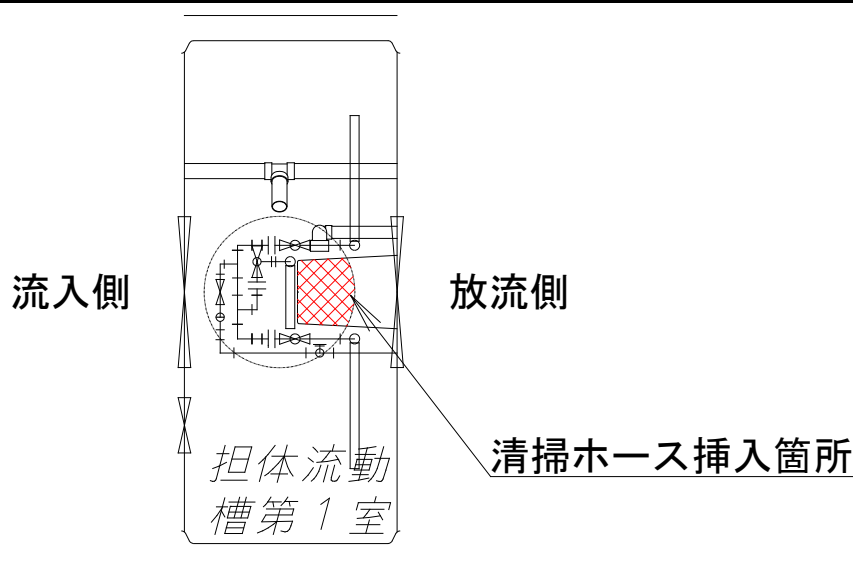

図4-2 担体流動槽第一室における清掃ホース挿入箇所
- ① ばっ気を停止し、しばらく時間を置いて汚泥を沈降させてください。
- ② 間欠定量移送装置の移送水が吐出し終わる直前（エアが吐出する前）に、間欠定量移送装置用エアバルブを閉じます。
- ③ 吐出管・エア管のユニオンを外し、間欠定量移送装置を槽外に取り出します。
- ④ 間欠定量移送装置収納部底部へホースを挿入し、汚泥を適正量（低負荷時の対策3を実施の場合は全量）引き抜いてください（図4-2参照）。
- ⑤ 間欠定量移送装置を元の取り付け位置に戻し、ユニオンをしめます。
- ⑥ エアバルブを元の位置に戻し、移送水量の確認・調整を行います。